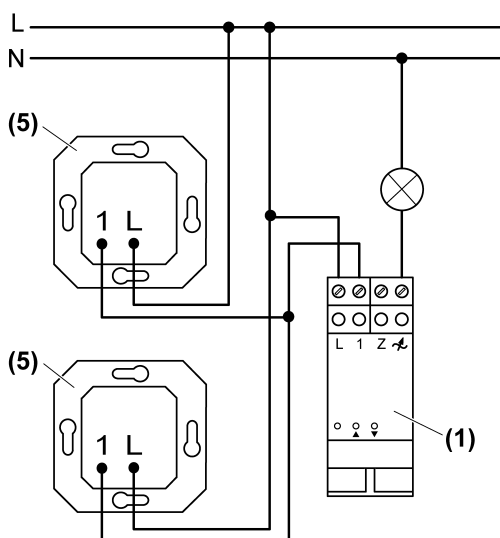

Figure 2: Schéma de raccordement
- Monter le variateur (1) sur le profilé chapeau.
- Raccorder le variateur (1) et les postes auxiliaires locaux (5) conformément au schéma de raccordement (figure 2).